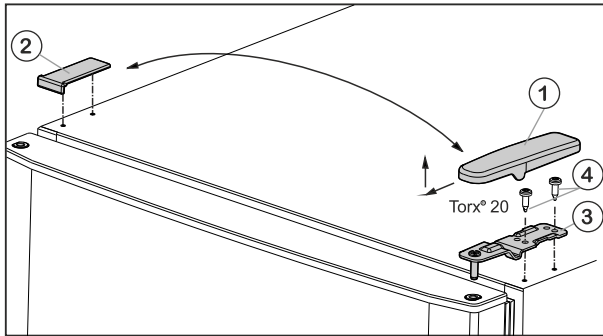

Fig. 6
- ▶ Trageți capacul Fig. 6 (1) în față și în sus.
- ▶ Ridicați capacul Fig. 6 (2).
- ▶ Deșurubați suportul de lagăr superior Fig. 6 (3) (2 șuruburi Torx® 20) Fig. 6 (4) și trageți-l în sus.
- ▶ Introduceți în ușa suportul de lagăr superior Fig. 6 (3), pe noua latură a balamalei.
- ▶ Înșurubați **ferm (cu 4 Nm)** suportul superior al lagărului (2 x Torx® 20) Fig. 6 (4). Eventual folosiți o mașină de înșurubat cu acumulatori.
- ▶ Aplicați din exterior și cuplați capacul Fig. 6 (1) pe partea opusă.
- ▶ Aplicați de sus și cuplați capacul Fig. 6 (2) de fiecare dată pe partea opusă.